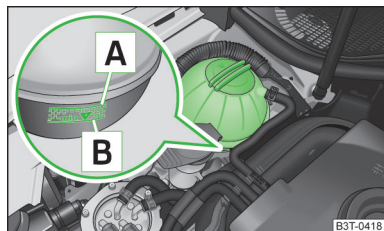

Fig. 167
Para rellenar, utilice solamente aquel líquido refrigerante cuya designación se encuentre en el depósito de compensación del líquido refrigerante » fig. 167 de la página 202.
A » fig. 167 de la página 202.
El depósito de compensación de líquido refrigerante se encuentra en el vano motor » fig. 167.
Descripción de la imagen » fig. 167
- Comprobar el nivel de líquido refrigerante en el depósito de compensación del mismo. » fig. 167.
Cuando el motor está caliente, el resultado de verificación puede ser inexacto. El nivel también puede estar sobre la marca **A** » fig. 167.